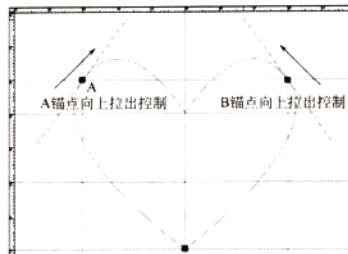

图 1-13
**2** 用“转换点工具”分别在坐标A(2, 2)和坐标B(8, 2)处向上拉出控制杆，使两边形成弧线(图1-13)。